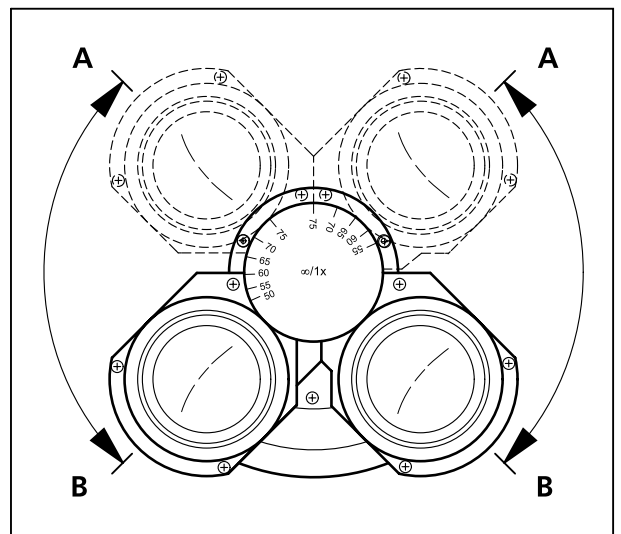

Figura 19 Ajuste da altura de observação
- Adaptar a altura de observação às necessidades individuais girando os porta-oculares para cima (Figura 19/A) ou para baixo (Figura 19/B).